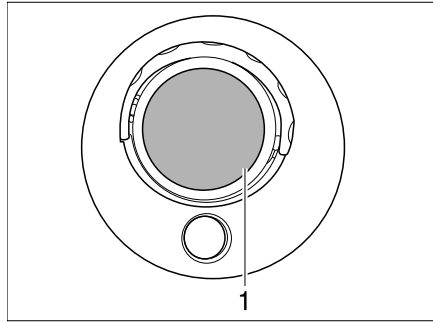

Bild 258 Halogenaufbauleuchte Fahrerhaus (I-Modell)
- Glasabdeckung (Bild 258,1) vorsichtig mit einem geeigneten Werkzeug (z. B. Schraubendreher) aushebeln und abnehmen.